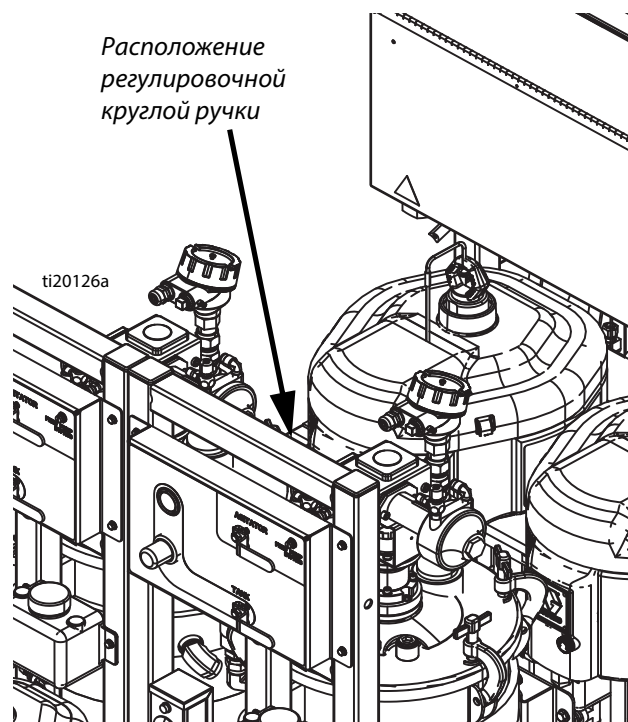

Рис. 28
3. Отрегулируйте положение серебристой круглой ручки, которая расположена прямо над пневматическими органами управления модуля подачи, см. **Органы пневматического управления модуля подачи**. Если смотреть на пневматические органы управления модуля подачи, то круглая ручка будет видна прямо над ними. См. Рис. 28. Регулируйте положение круглой ручки до тех пор, пока насос подачи нагреваемой жидкости бака не начнет работать со скоростью примерно 2–3 цикла в секунду.